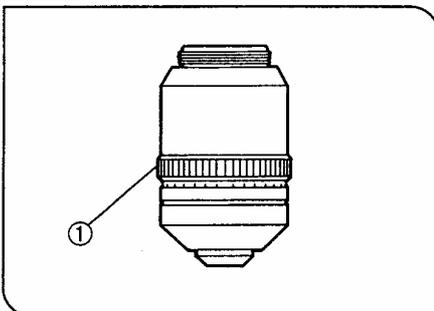

图 34
- 如果知道盖玻片厚度, 就把校正环①设定到这个数值。(图 34)
- 如果不知道盖玻片厚度, 反复调节校正环①和微调旋钮, 直到获得最高分辨率。